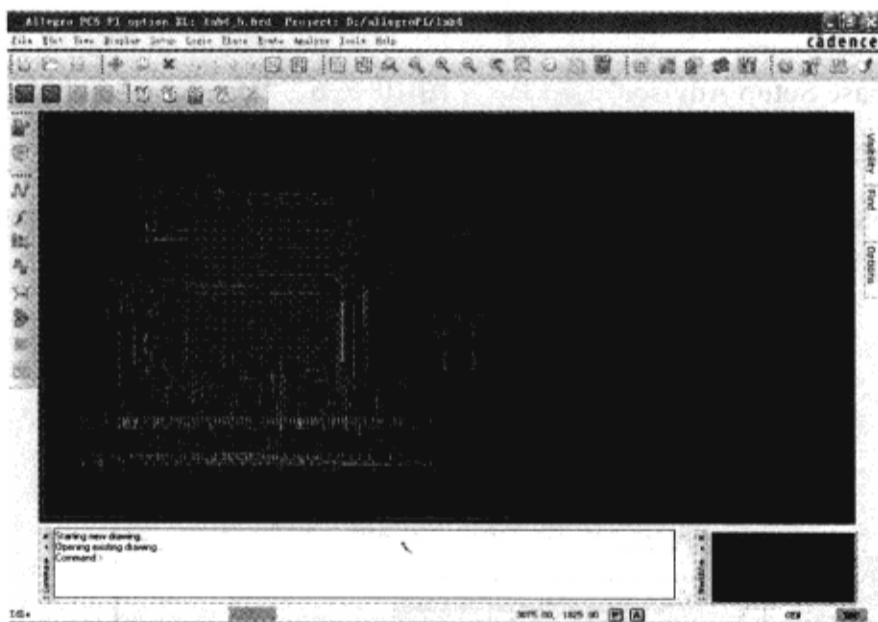

图 10-7-4 打开 PCB 文件
(2) 双击 lab4\_5.brd 打开这个 PCB 文件，如图 10-7-4 所示。